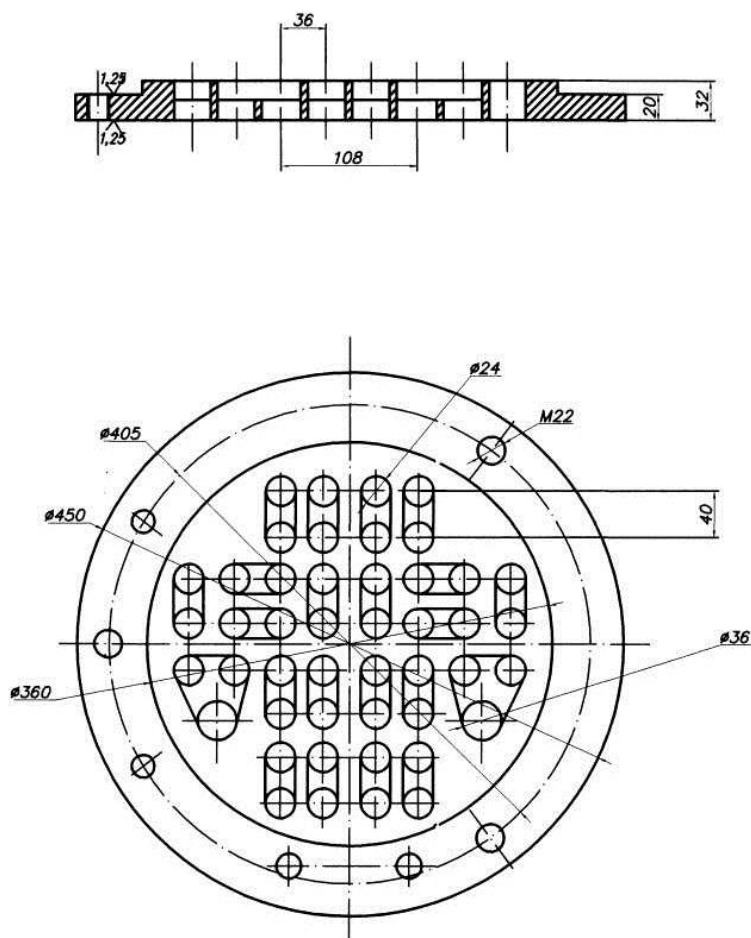
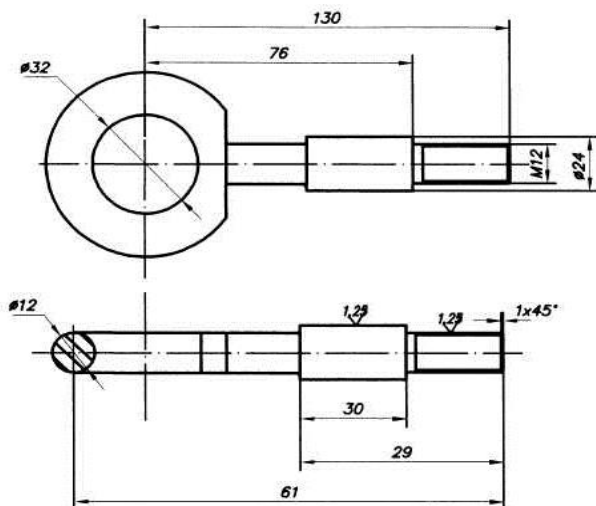
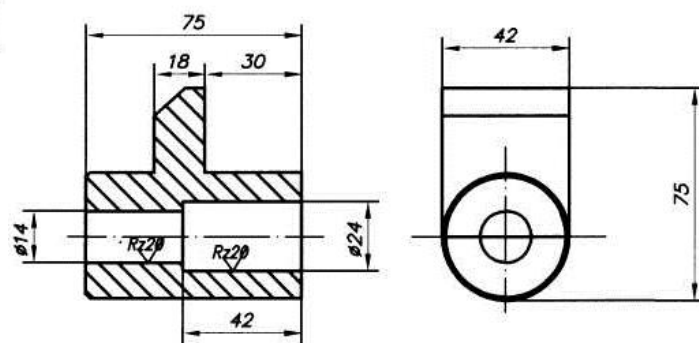

Рис. 11. Плита трубна.
Рис. 12. Гвинт.
Рис. 13. Кронштейн.
**Зупинка, миття та чищення трубчастих теплообмінників.** Апарат миють безрозбірним способом. Перед мийкою із трубопроводу для продукту видаляють датчик манометричного термометра, що сигналізує, а отвір, що утворився, закривають спеціальною заглушкою з комплекту ЗИП. Миють апарат 2%-ним розчином каустичної соди температурою  $60...70^{\circ}\text{C}$ , що циркулює через систему, після чого розчин зливають для повторного використання і апарат промивають водою. Потім пастеризатор розбирають, для чого від'єднують трубопроводи для продукту, відкривають кришки і чистять йоржем кожну трубку, що розвальцьована в торцевих плитах (рис.11), промивають гарячою водою зі шланга і сушать апарат при відкритих кришках, що кріпляться за допомогою кронштейна та гвинта. (рис.12, рис.13)